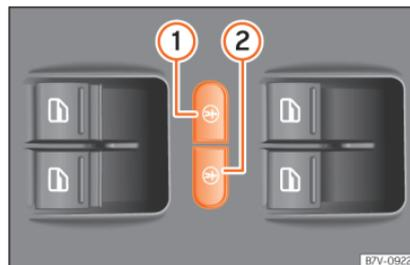

Abb. 138 In der Fahrertür: Tasten für die elektrische Kindersicherung.
Die elektrische Kindersicherung verhindert das Öffnen der Schiebetüren und der elektrischen Fensterheber in den Schiebetüren von innen, damit z. B. Kinder während der Fahrt nicht versehentlich eine Tür öffnen. Die linke Taste »» Abb. 138  bzw. die rechte Taste  schaltet die Kindersicherung hinten links bzw. rechts ein. »»
Einschalten:	Taste »» Abb. 138 ① oder ② drücken.